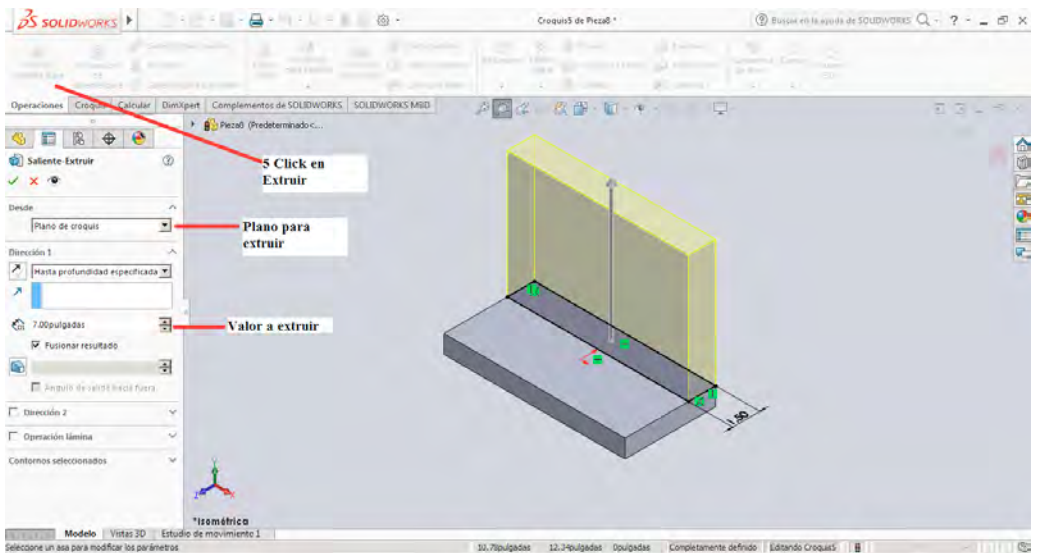

Figura 3-29
5. A partir del croquis construido se realiza click sobre la pestaña de operaciones y se selecciona la herramienta **Extruir Saliente Base**, y como se muestra en la figura 3-29 se seleccionan los parámetros para la extrusión.